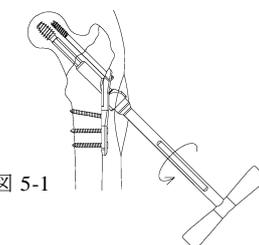
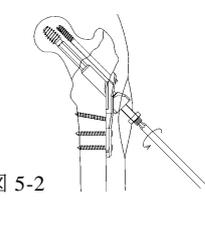

図 5-1
図 5-2
- 圧迫器を取り外す際は，必ず圧迫ナットから先に緩め（図 5-1），次に圧迫スクリューを取り外します。（図 5-2）